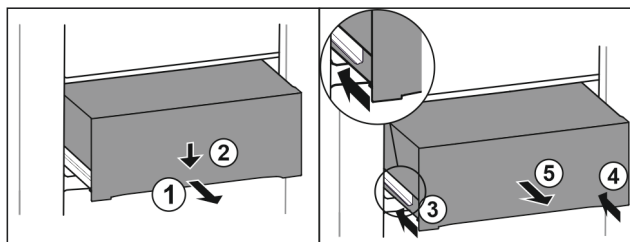

Fig. 118
- ▶ Izvucite ladicu na pola. Fig. 118 (1)
- ▶ Pritisnite ladicu naprijed prema dolje. Fig. 118 (2)
- ▶ Gurnite lijevu vodilicu za oko 2 cm. Fig. 118 (3)
- ▶ Gurnite desnu vodilicu za oko 2 cm. Fig. 118 (4)
- ▶ Izvadite ladicu prema naprijed. Fig. 118 (5)